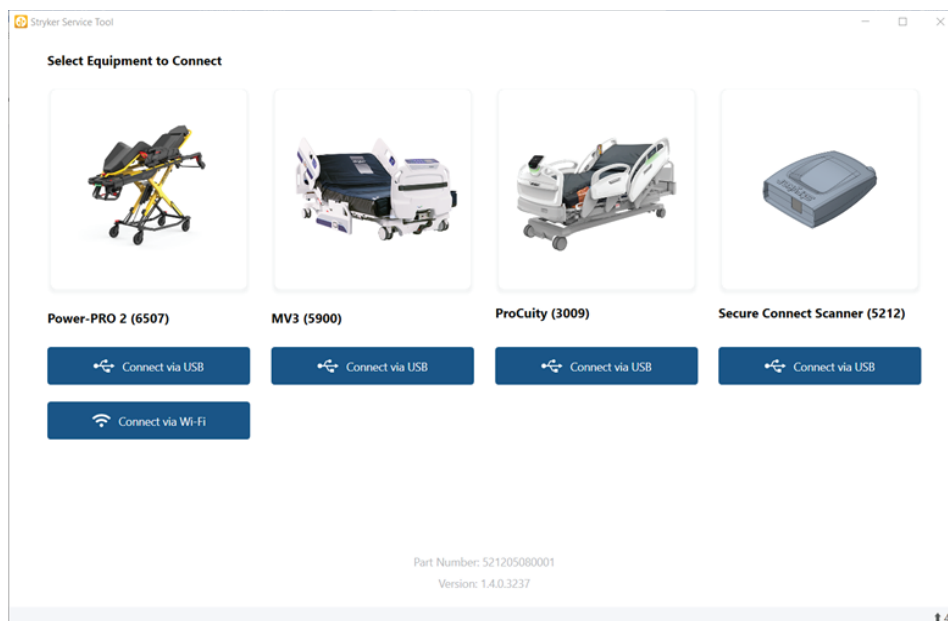

Figure 4 – Connexion USB à Power-PRO 2 (6507)
4. Sélectionner **Connect via USB**, situé sous **Power-PRO 2 (6507)** (Figure 4).